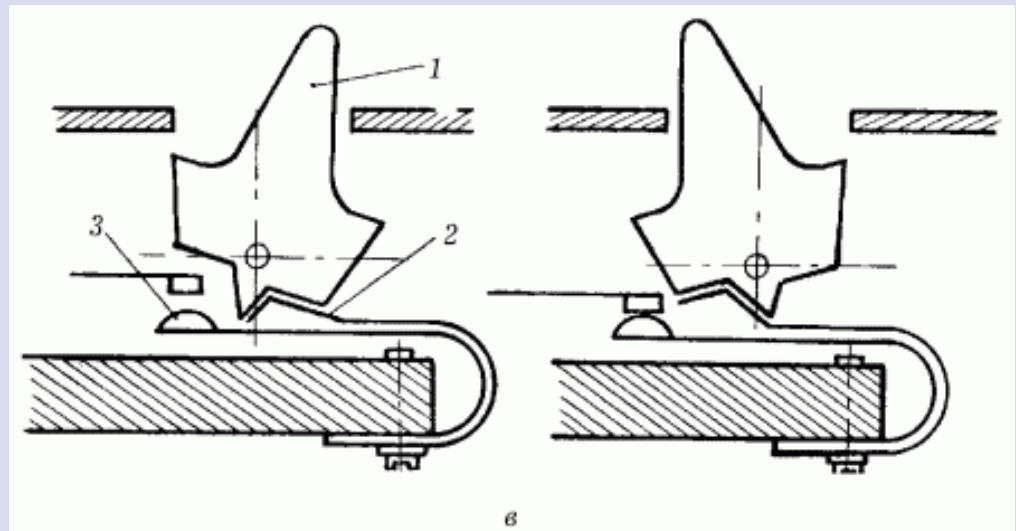
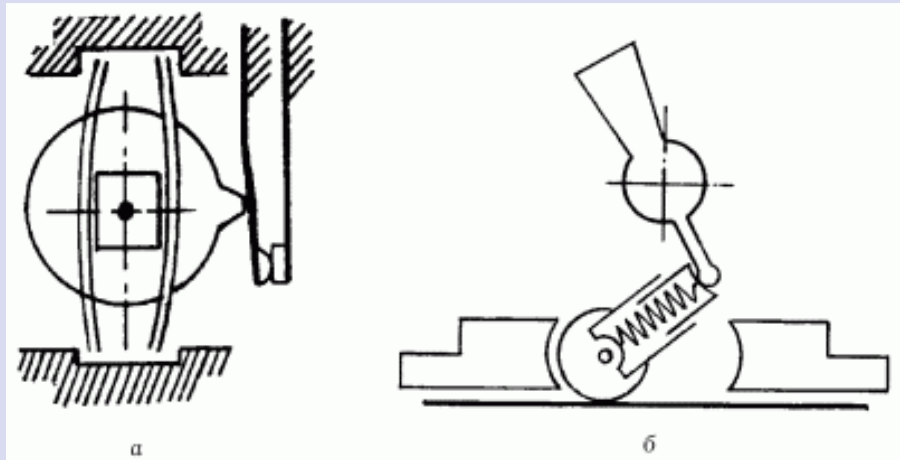

Рис. 9 (продолжение): в – кулачковый механизм выключателя с плоской пружиной: 1 – ручка; 2 – пружина; 3 – контактная пластина.
Рис. 10. Механизм выключателей (переключателей): а – кулачкового типа; б – тумблерного типа.
Но даже выключатели одного типа могут существенно различаться по своим кинематическим схемам (рис. 9).
Рис. 9. Конструкция механизмов выключателей: а – качающийся механизм выключателя с пружиной сжатия: 1 – клавиша; 2 – пружина; 3 – шарик; 4 – коромысло; б – качающийся механизм выключателя с пружиной растяжения: 1 – контактная пластина; 2 – рамка; 3 – скоба; 4 – пружина; 5 – основание.
В качающемся механизме с пружиной сжатия (рис. 9, а) при нажатии на клавишу (1) шарик (3), сжимая пружину (2), проходит через ось качания коромысла (4), и под действием пружины скользит по плечу коромысла, перекидывая его в противоположное положение, тем самым разрывая или соединяя цепь.
В качающемся механизме с пружиной растяжения (рис. 9, б) рамка (2), которая
Кулачковый выключатель с плоской пружиной (рис. 9, в) устроен очень просто. Так же как и тумблерный выключатель (рис. 10), он часто применяется в бытовых приборах.